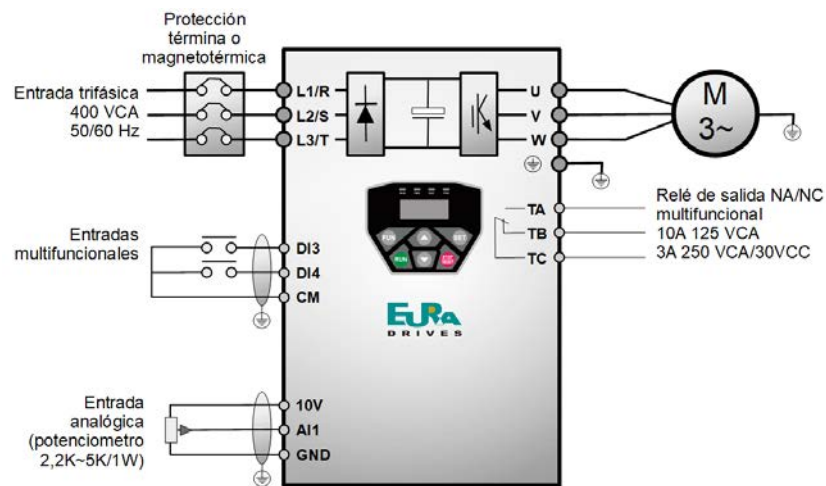

Figura 5.3.4-1 Diagrama de cableado
- (1) Conecte los cables de acuerdo con la Figura 5.3.4-1. Después de haber comprobado el correcto cableado, active la protección térmica y encienda el variador. Nota: Se puede utilizar un potenciómetro de 2K ~5K para configurar señales analógicas externas. Para los casos con mayores requisitos de precisión, utilice un potenciómetro multivuelta preciso y un cable apantallado, con el extremo cercano de la pantalla conectado a tierra de manera segura.
- (4) Hay un interruptor de codificación SW1 rojo de dos dígitos cerca del bloque de terminales de control del variador E600, como se muestra en la Figura 5.3.4-2. La función del interruptor de codificación es seleccionar la señal de voltaje (0~5V / 0~10V) o la señal de corriente (0~20mA). En la aplicación real, seleccione el canal de entrada analógica a través de F203. Gire los interruptores 1 a ON y 2 a ON como se ilustra en la figura, y seleccione una entrada de 0~10V. Otros estados de conmutación y modo de velocidad de control se muestran en la tabla 5-2.
- (5) Cierre el interruptor DI3, el motor arranca hacia adelante;
- (6) Durante el proceso de funcionamiento, apague el interruptor DI3, luego cierre DI4, se cambiará la dirección de funcionamiento del motor;
- (7) Apague los interruptores DI3 y DI4, el motor desacelerará hasta que deje de funcionar;
- (8) Quite la protección térmica y apague el variador.